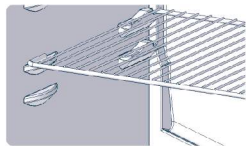

Fig. 6
▶ As prateleiras internas do seu refrigerador são removíveis e reguláveis em altura (Fig. 6), para facilitar sua limpeza e posicionamento nos locais de sua preferência.